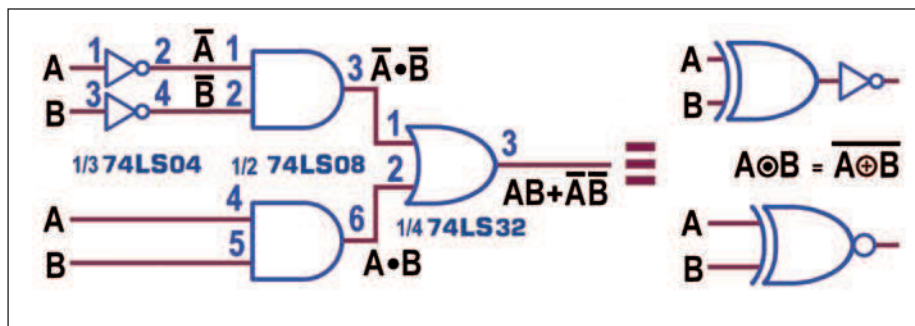
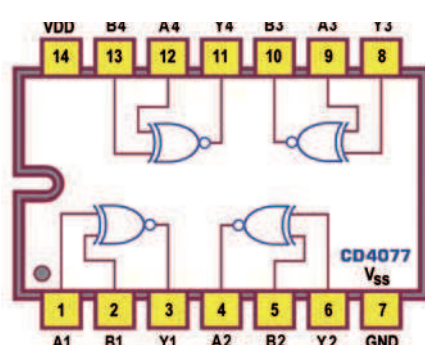

Figura 22: Operatore speciale NOR ESCLUSIVO. Tabella di verità (in logica positiva) e schema.
Figura 23: Quad 2-input Exclusive-NOR Gates 4077: Pin-out.
Le funzioni booleane che si possono definire con 2 variabili in ingresso sono teoricamente 16 ma solo 10 sono realmente coerenti; tra esse una è vera se i 2 ingressi sono uguali tra loro e, per questo, è detta COINCIDENZA. Osservando la sua Tabella di Verità (figura 22 a) si nota che le sue uscite sono logicamente inverse rispetto a quelle della OR-EX, come se a quest'ultimo fosse fatto seguire un operatore NOT; per questo la funzione COINCIDENZA è meglio nota come NOR-EX o XOR negato o XNOR. Anche per essa è definita un'equazione booleana,
ancora una somma logica (OR) di due prodotti logici (AND) con 2 variabili d'ingresso negate ma in modo diverso dallo schema XOR; il circuito ad essa corrispondente è mostrato in figura 22 b. Il simbolo utilizzato per rappresentarla è un cerchietto contenente un puntino, ad indicare l'operazione duale alla somma. L'operatore NOR-EX è disponibile in un componente TTL (il 74LS266, per altro a collettore aperto) e in un componente CMOS (il 4077), entrambi contenuti 4 porte a 2 ingressi, pinout compatibili tra loro (lo schema di figura 23 vale per tutti e 2). Le caratteristiche d'impiego sono le stesse fornite poco fa rispettivamente per il TTL open-collector 74LS136 e il CMOS 4070. □